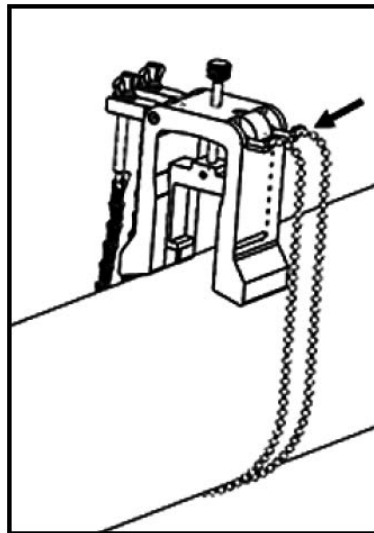

Figura 37: Cadenas del yugo firmemente fijadas
3. Rodee la tubería con las cadenas del yugo y fíjelas firmemente a la escuadra del yugo, como se muestra en Figura 37 más abajo.